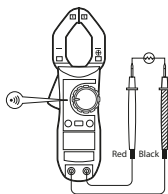

imagen 6
D. Comprobación de continuidad (ver imagen 6)